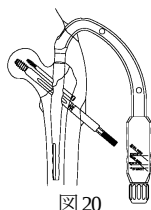

図20
- 18) ラグスクリュー用インサーターを残したまま、ラグスクリューT レンチを取り外します。(図20)